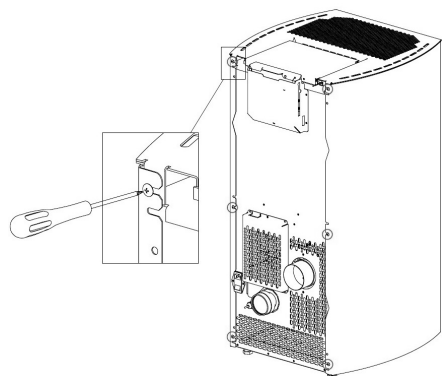

Fig. 56 - Afrouxar os parafusos
- Soltar os 6 parafusos posteriores (consultar **Fig. 56**).